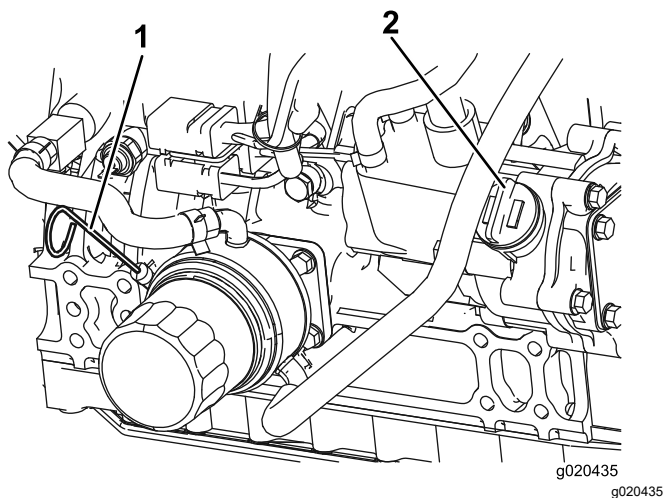

**Рисунок 90**
Уровень масла должен находиться в допустимом интервале (Рисунок 90).
4. Если масло ниже допустимого уровня, снимите крышку маслозаливной горловины (Рисунок 90) и добавляйте масло до тех пор, пока его уровень не достигнет отметки Full (Полный).